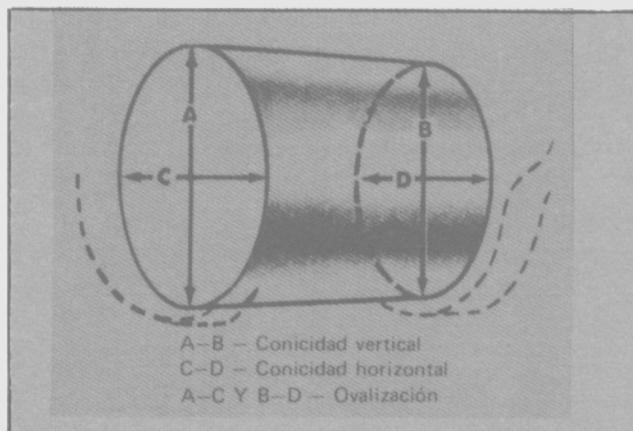

Fig. 66 - Zonas de medición
- c) Leer la indicación que registra el comparador. Al igual que en la caso de la conicidad, la ovalización será el valor que resta para que la aguja del comparador llegue al cero. Anotar el valor obtenido de esta manera y repetir la operación en los demás cilindros. (Fig. 66).